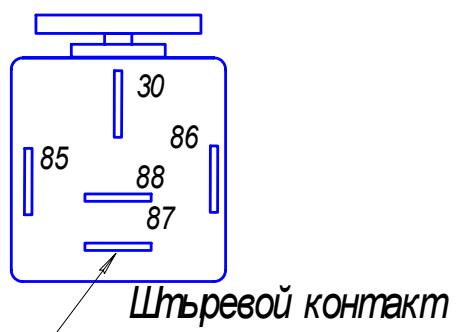

Рис.23- Реле вентилятора 901.3747
-замерить сопротивление катушки на штыревых контактах 85 и 86 (см.рис. 23)